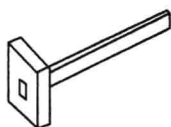

图 1-10 手锤
⑨ 手锤。手锤俗称小榔头，用于敲凿石料和开凿异形砖，如图 1-10 所示。
(2) 备料工具
① 砖夹。砖夹是施工单位自制的夹砖工具。可用 $\Phi 16$ 钢筋锻造，一次可以夹起 4 块标准砖，以方便装卸砖块，